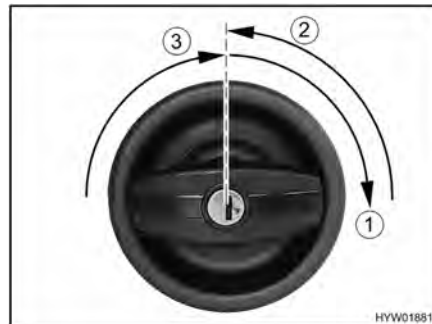

Fig. 22 Serratura della porta di ingresso, lato esterno, aperta
- Inserire la chiave nel cilindro della serratura e ruotare in senso orario (Fig. 22,1), fino a quando la serratura della porta si sblocca.
- Riportare la chiave in posizione centrale (Fig. 22,2) ed estrarla.
- Ruotare la manopola della porta in senso orario (Fig. 22,3) fino a quando la serratura della porta si sblocca.